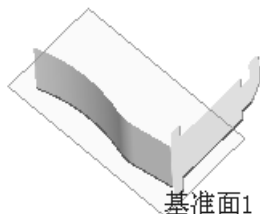
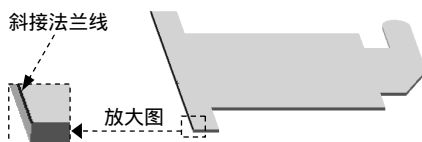

图 10.5.8 斜接法兰 1
图 10.5.9 斜接法兰线
Step4. 创建图 10.5.8 所示的钣金特征——斜接法兰 1。选择下拉菜单 **插入(I)**  **钣金(H)**  **斜接法兰(M)...** 命令；在模型中选取如图 10.5.9 所示的边线作为斜接法兰线，系统自动生成基准平面 1，并进入草图环境；在草图环境中绘制如图 10.5.10 所示的横断面草图，选择下拉菜单 **插入(I)**  **退出草图** 命令，退出草图环境，系统弹出如图 10.5.11 所示的“斜接法兰 1”对话框；在 **法兰位置(N)** 区域中，单击“折弯在外”按钮 。其他采用系统默认设置值。在 **起始/结束处等距(O)** 区域的下拉列表  输入值 3.00，在  输入值 3.00。其他采用系统默认设置值。单击  按钮，完成斜接法兰 1 的创作。